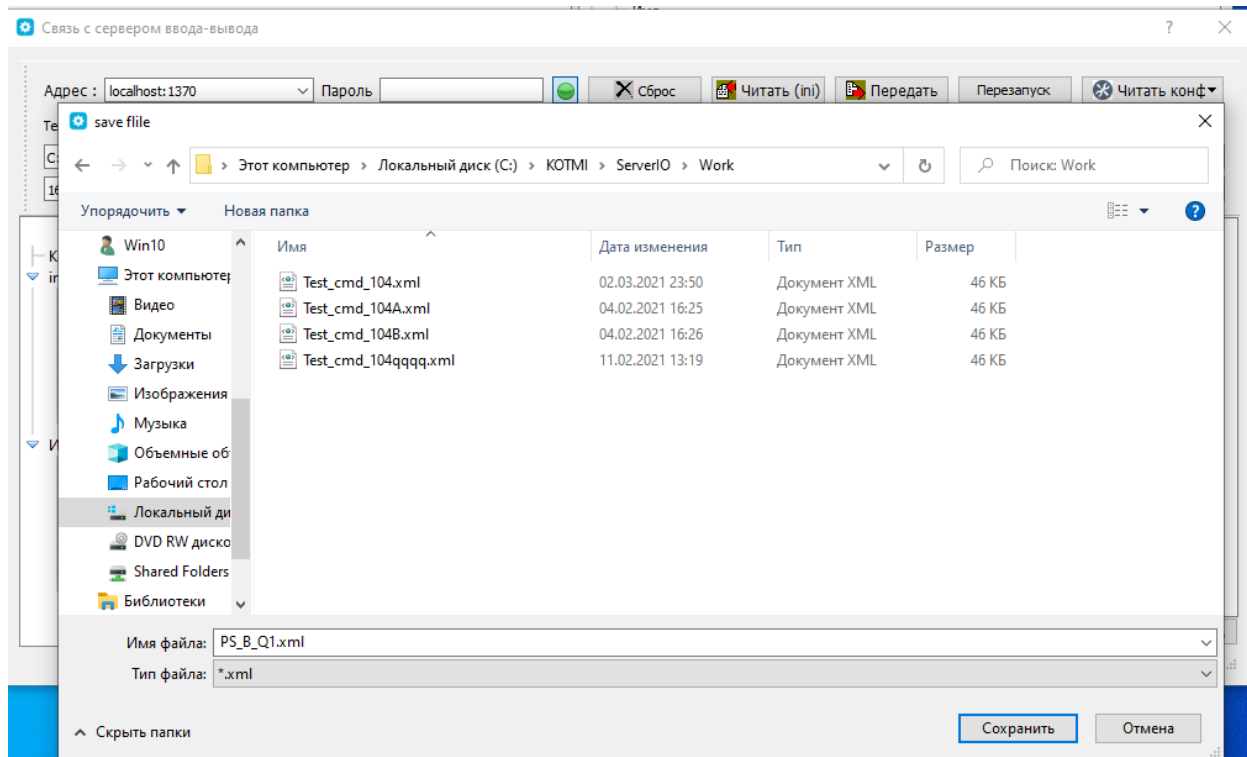

Рисунок 5.71 – Окно сохранения прочитанной конфигурации
- После завершения чтения конфигурации появляется диалоговое окно сохранения вычитанной конфигурации в виде xml файла (Рисунок 5.71). Сохранять конфигурацию необходимо под тем же именем в каталоге, отличном от того, где первоначально находится исходная конфигурация. Как правило это рабочий каталог на локальной машине.